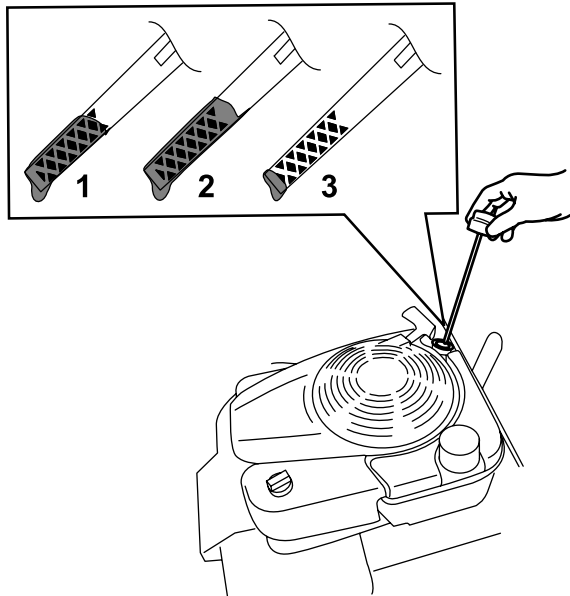

Figura 32
3. Retire la varilla girando el tapón en el sentido contrario a las agujas del reloj y tirando del mismo (Figura 32).
10. Observe el nivel de aceite en la varilla (Figura 32).